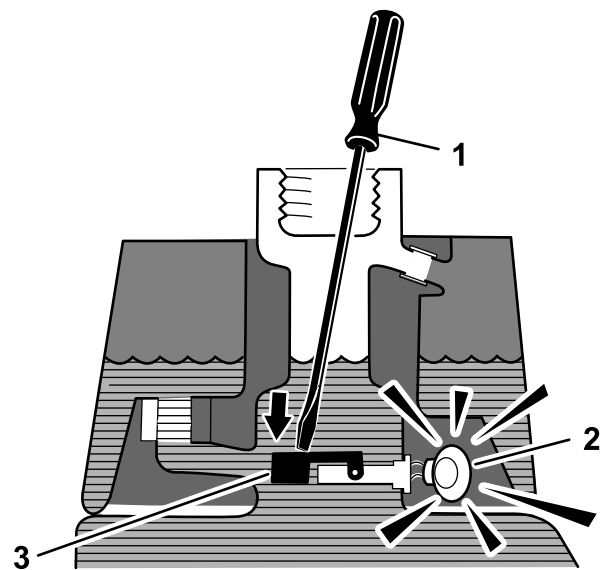

图46
3. 将干净的支杆或螺丝刀插入油箱颈，然后轻轻地向下推至浮动开关上（图46）；经过 1 秒钟的延迟后，警报应响起。